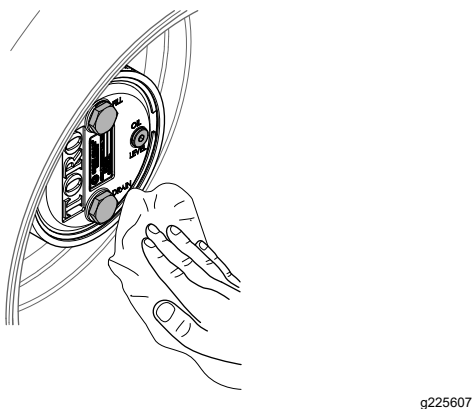

Figure 71
3. Essuyez soigneusement les carters de frein et de train planétaire (Figure 71).